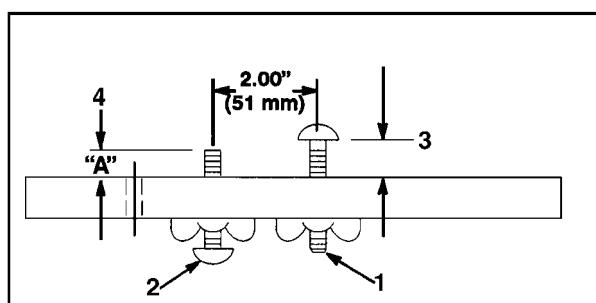

Figure 22
1. A l'aide d'un calibre à deux vis (Réf Toro 98-1852), placez la tête de la première vis à la hauteur de coupe voulue. La hauteur de coupe correspond à la distance entre le calibre et la base de la tête de vis (Fig. 22).